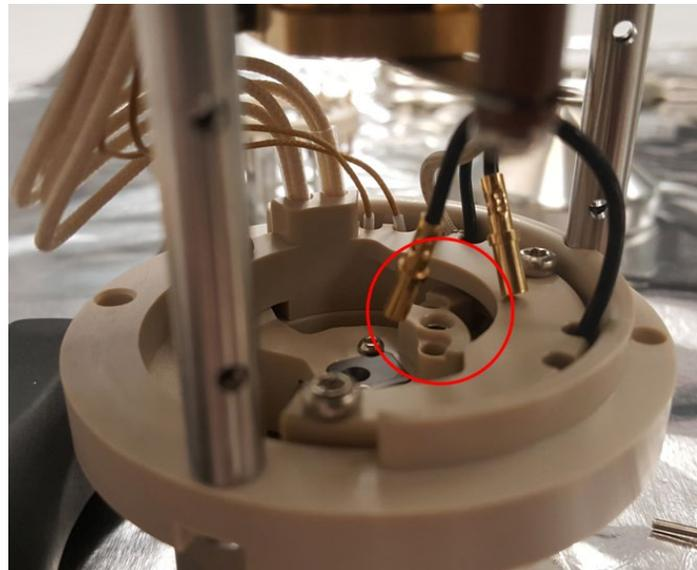

Figure 118 : Retrait des fils de raccordement
- 15) Débranchez avec précaution les deux fils de raccordement qui sont reliés à l'écrêteur et à la lentille tubulaire. Voir Figure 118 : Retrait des fils de raccordement.